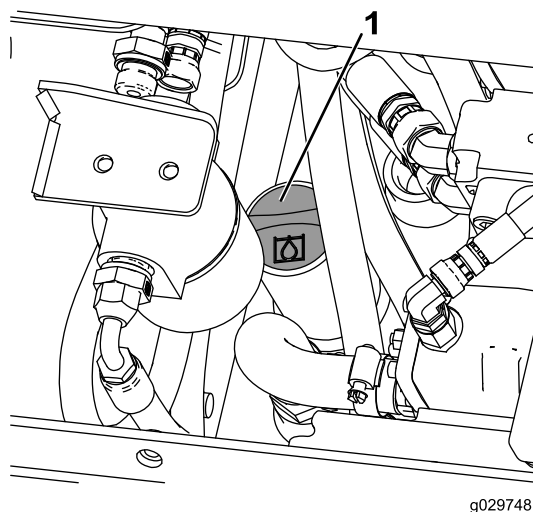

Figura 69
7. Pulite la zona intorno al collo del bocchettone del serbatoio idraulico (Figura 69).